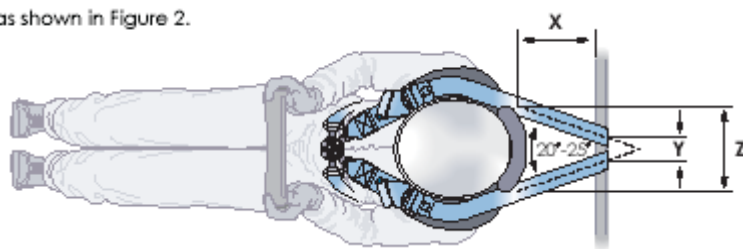

Рис.15-8 Положение точек крепления ремня для достижения нужного угла между лямками
9.2.3. Точки крепления плечевых лямок на автомобиле должны быть симметричны относительно вертикальной плоскости, проходящей через центральную линию сиденья водителя. При виде сверху угол между ремнями должен составлять приблизительно 20-25 градусов, как показано на рис. 15-8.
- размер X(мм) = расстояние от заднего края поверхности HANS® несущей нагрузки ремня до точки крепления ремня на автомобиле (мм) как показано на рис.15-8
- размер Y(мм) ="Разнос" по центрам двух плечевых лямок на точках крепления на автомобиле (мм) как показано на рис.15-8.